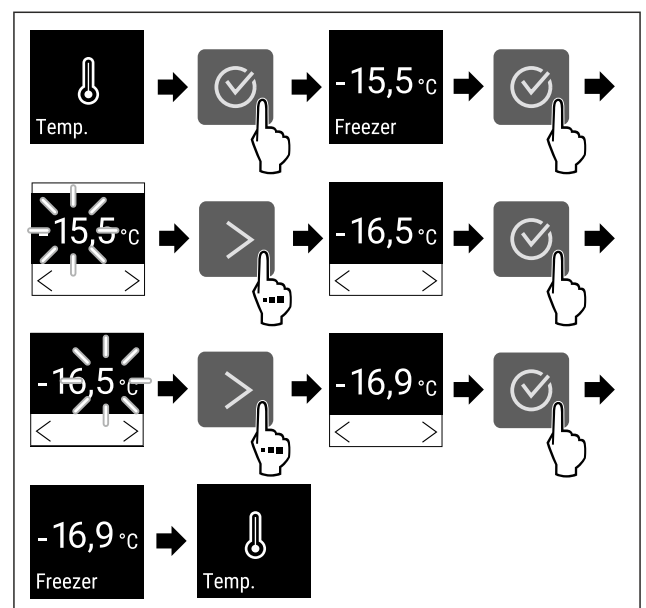

Fig. 66 Promjena temperature sa  $-15,5^{\circ}\text{C}$  na  $-16,9^{\circ}\text{C}$
- ▶ Obavite korake postupka (pogledajte Fig. 66) .